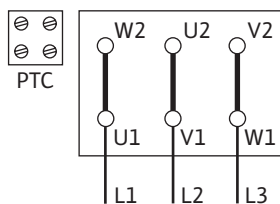
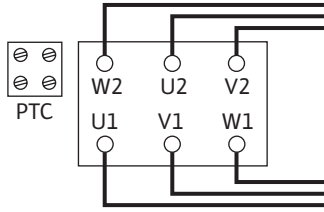

Fig. 5: Y-Δ-käynnistys
Fig. 6: Δ-liitäntä
- Verkko-liitäntä riippuu moottoritehosta P2, verkkojännitteestä ja käynnistystavasta. Katso tarvittava yhdyssillojen kytkentä liitäntäkoteloon seuraavasta taulukosta sekä kuvista Fig. 5 ja Fig. 6.
Y-Δ-käynnistys (vakio)	Poista yhdyssillat (Fig. 5).
Käynnistys pehmokäynnistimellä	Δ-kytkentä (Fig. 6)